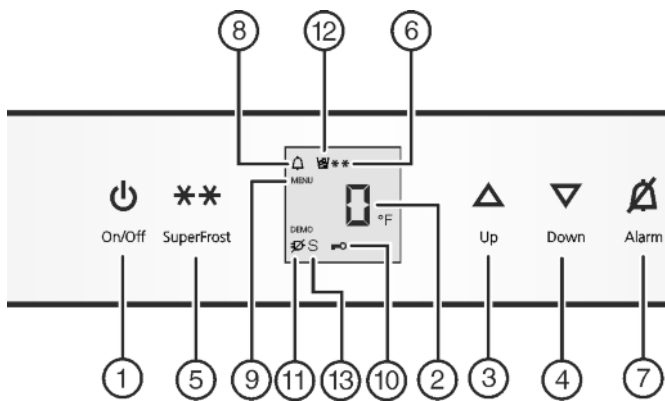

Fig. 2
- ▶ Appuyer sur la touche On/Off Fig. 2 (1).
- ▶ Activer le mode de réglage : appuyer sur la touche SuperFrost Fig. 2 (5) pendant env. 5 s.
- ▷ Le symbole Menu Fig. 2 (9) luit.
- ▶ Régler le nombre de ° avec la touche de réglage Up Fig. 2 (3) / touche de réglage Down Fig. 2 (4).
- ▶ Confirmer : enfoncer brièvement la touche SuperFrost Fig. 2 (5).
- ▶ Sélectionner l'affichage en °F ou °C avec la touche de réglage Up Fig. 2 (3) ou Down Fig. 2 (4).
- ▶ Quitter le mode de réglage: Appuyer sur la touche On/Off Fig. 2 (1).
► Activer le mode de réglage : appuyer env. 5 sec. sur la touche SuperFrost *Fig. 2 (5)*.
▷ Le symbole Menu *Fig. 2 (9)* est allumé.
► A l'aide de la touche de réglage Up *Fig. 2 (3)* ou Down *Fig. 2 (4)*, sélectionner **c**.
► Confirmer : appuyer brièvement sur la touche SuperFrost *Fig. 2 (5)*.
► Appuyer brièvement sur la touche SuperFrost *Fig. 2 (5)* pour activer la sécurité enfants.
▷ Le symbole Sécurité enfants *Fig. 2 (10)* est allumé. L'affichage **c** clignote.
► appuyer brièvement sur la touche SuperFrost *Fig. 2 (5)* pour désactiver la sécurité enfants.
▷ Le symbole Sécurité enfants *Fig. 2 (10)* s'éteint. L'affichage **c** clignote.
► Désactiver le mode de réglage : appuyer sur la touche On/Off *Fig. 2 (1)*.
► Appuyer sur la touche Alarme *Fig. 2 (7)*.
L'affichage de la température clignote en même temps que le symbole Alarme *Fig. 2 (8)*.
L'avertisseur sonore s'éteint automatiquement et le symbole Alarme *Fig. 2 (8)* et l'affichage de température arrêtent de clignoter lorsque la température est de nouveau suffisamment froide.